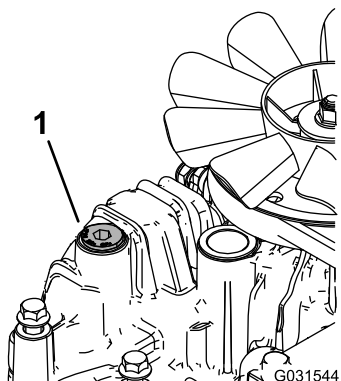

Figure 71
11. Dévissez le bouchon d'aération sur chaque transmission pour qu'il soit desserré et ballotté (Figure 71).